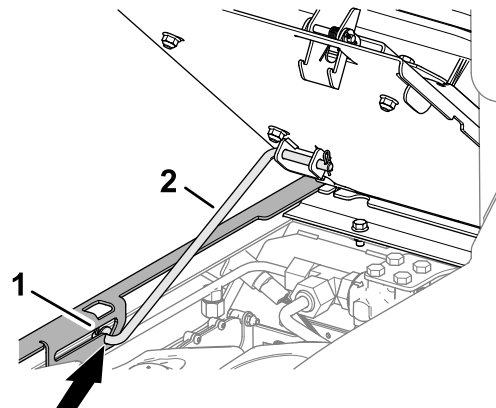

Figure 63
3. Veillez à engager la béquille du siège avant dans le cran de la fente de blocage de la plaque de guidage de la béquille (Figure 63).